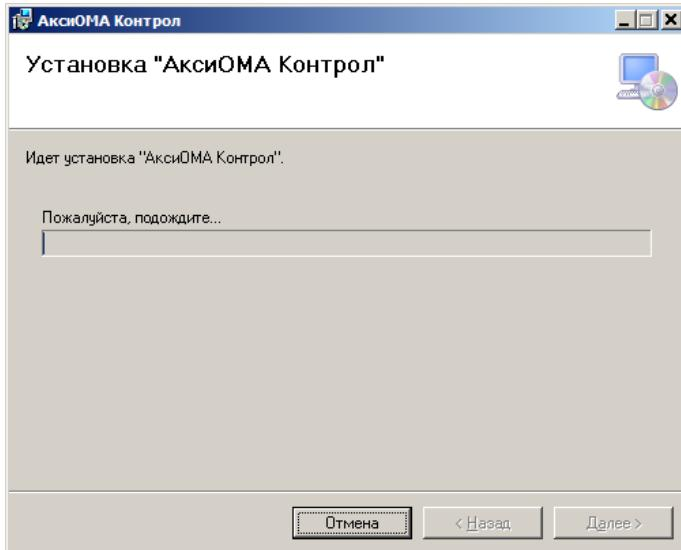

Рисунок 66 – Начало процесса установки
9. Нажать кнопку «Далее» диалога – начинается процесс установки (Рисунок 66):